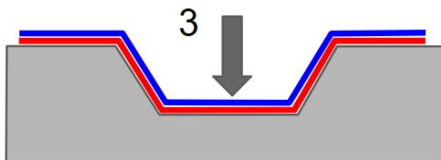

Abbildung 5
5) Sobald die Folie mit der Oberfläche in Kontakt kommt, drücken Sie sie mithilfe einer Kunststoffrakel oder dem Finger fest an, wann immer das angemessen ist. Das ist äußerst wichtig, um unter dem Material eingeschlossene Luft auszutreiben. Wenn sich Luftblasen zeigen, stechen Sie diese bei Bedarf auf. *Abbildung 5*